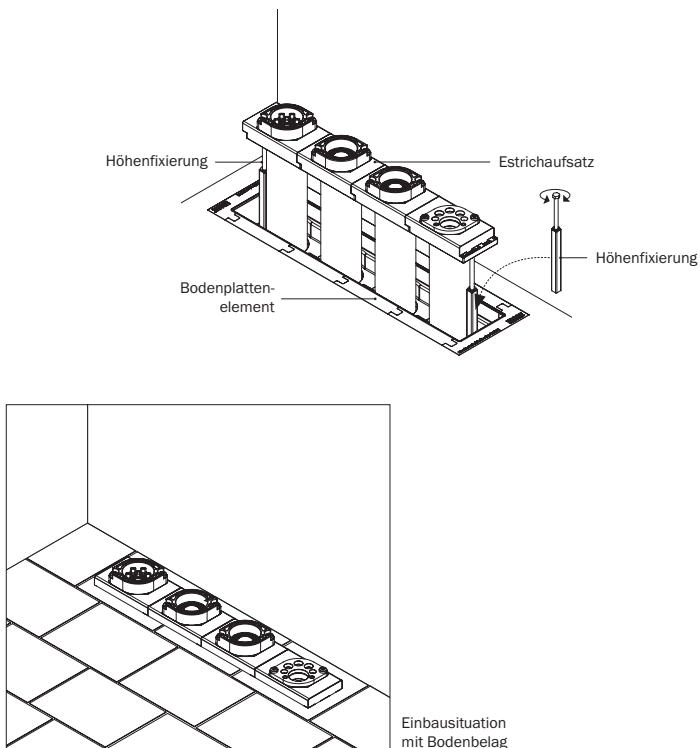

Abbildung 10.1: Estrichaufsatz mit Höhenfixierung, Einbausituation
9. Estrichaufsatz (s. Abbildung 10.1)
10. Montage Verlängerungsset (s. Abbildung 10.1)